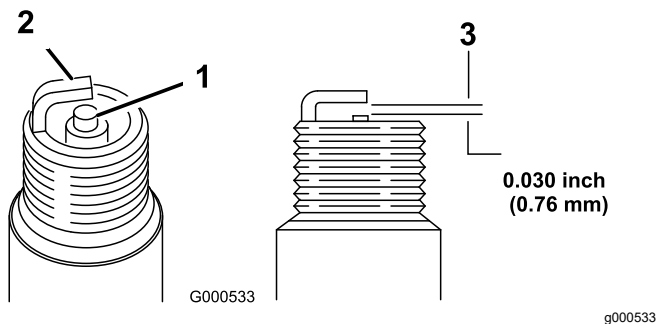

Figure 22
- Réglez l'écartement des électrodes à 0,76 mm (0,030 po) (Figure 22).